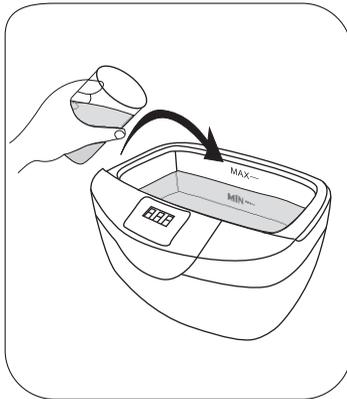

Fig.9
- 2▶ Coloque **água filtrada** até o nível **MAX** indicado na cuba (equivalente a 2,1 litros - Fig.9, pág. 12). Nunca utilizar este aparelho sem água na cuba de inox, isso causará a queima instantânea do aparelho e perda da garantia;